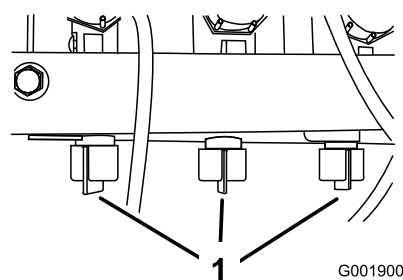

Figura 22
- Ajuste a válvula de distribuição da rampa (Figura 22) na válvula de controlo da rampa que desligou até a leitura da pressão no manómetro ser idêntica à registada no passo 7.